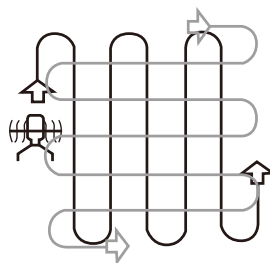

Fig. 39
- > Are la tierra en pasadas que se solapen ligeramente. El patrón más eficaz para arar tierras es mover el producto hacia arriba y hacia abajo en líneas verticales y, a continuación, moverlo en líneas horizontales de izquierda a derecha (Fig. 39). De esta forma, las pasadas serán regulares y se arará toda la tierra sin dejarse ninguna zona.
- > Preste especial atención al cambiar de dirección. Aplique una ligera presión en las empuñaduras (1) de manera que las púas se eleven para girar. Gire el producto guiado por el patín (23a). Libere progresivamente la presión y vuelva a mover las púas hacia la tierra.